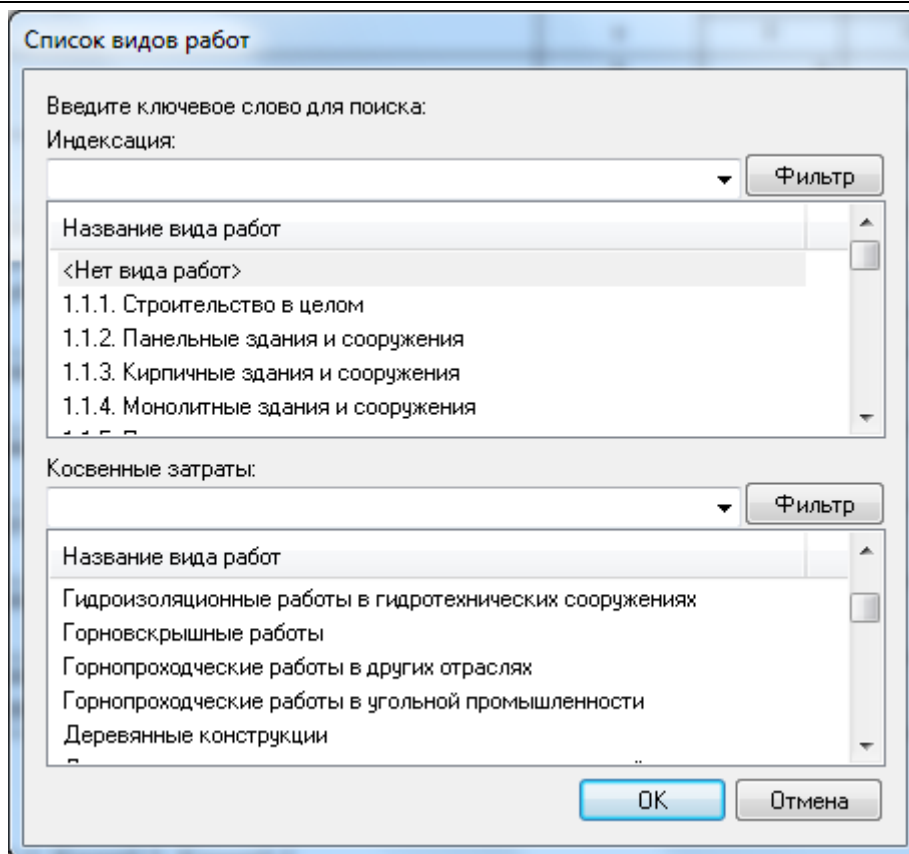

Рис. 4.41 Диалоговое окно Список видов работ
3. В открывшемся диалоговом окне *Список видов работ* (рис. 4.41) выбрать необходимые виды работ.